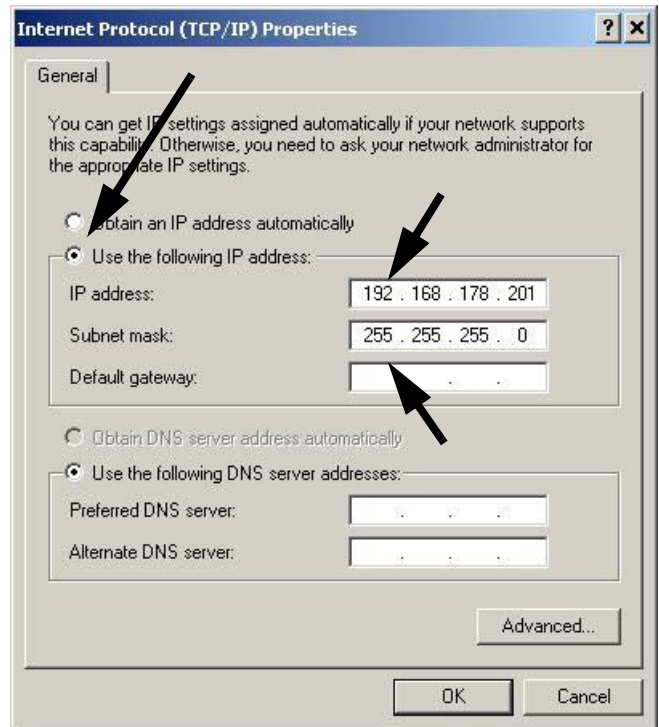

FIG. 4: Ventana de Protocolo de Internet (TCP/IP)
- c. En la ventana de Propiedades de Conexión del Área Local, baje hasta el Protocolo de Internet (TCP/IP) y haga doble click para abrir la ventana de Propiedades de Protocolo de Internet (TCP/IP). Vea FIG. 4.
- d. Vea FIG. 4. Ajústelo a "Use la siguiente dirección IP."